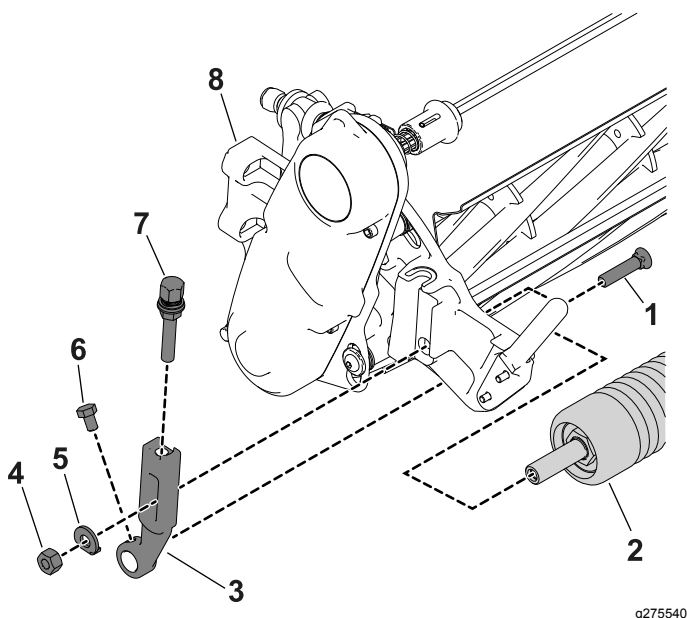

Figura 3
1. Retire o parafuso do arado, a anilha e porca flangeada que prendem um dos braços da altura de corte à placa lateral da unidade de corte (Figura 3).